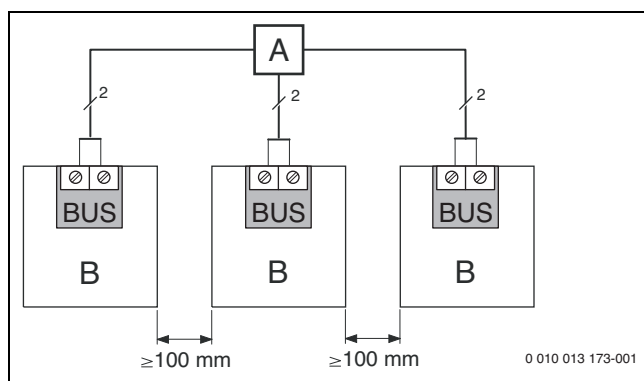

Bild 17 Verteilerdose anschließen
- BUS-Teilnehmer [B] über Verteilerdose [A] in Stern einführen (→ Bild 17), Anleitung der Bedieneinheit und der anderen Module beachten).